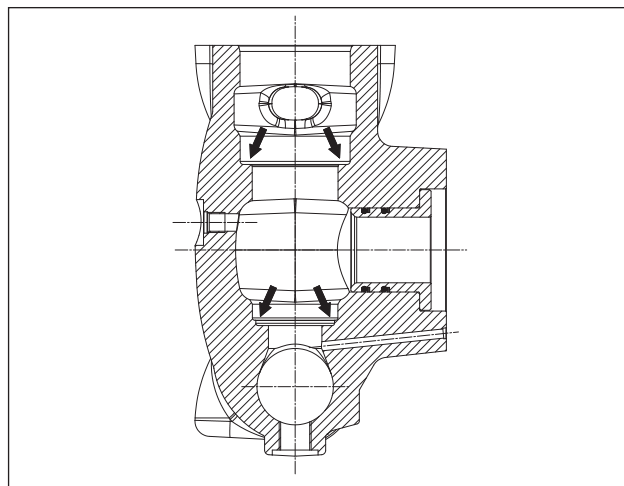

图 109
重新安装阀组前，应彻底清洁和干燥泵头里的相应底座，如箭头所示(①，图 109)。